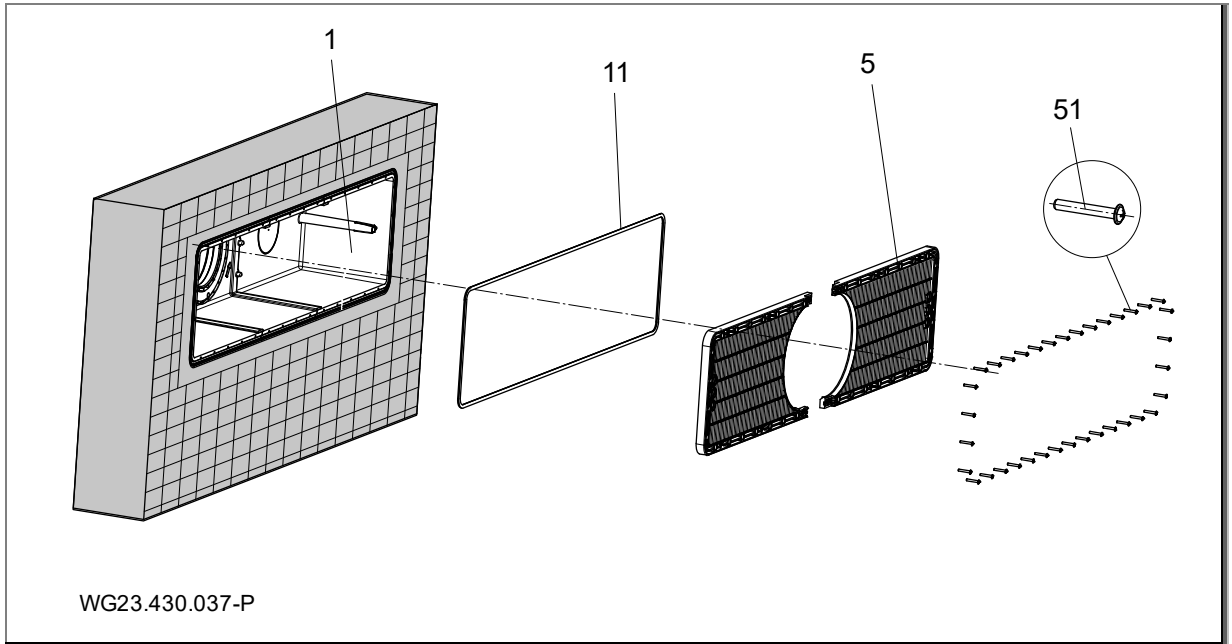

图 8
用环氧树脂砂浆在与泳池混凝土墙面相连的外罩外壁 (1) 上制作一条环绕密封圈。参阅“图 8”，第 18 页